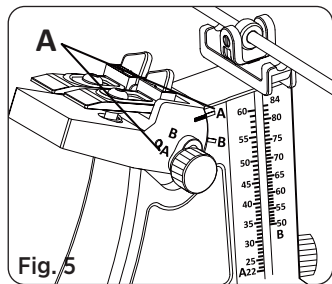

Fig. 5
**Tips:** Rikta in indikatorns vita linje med bokstaven A och dra sedan åt positionslåsratten i monteringshålet A (Se Fig. 5).